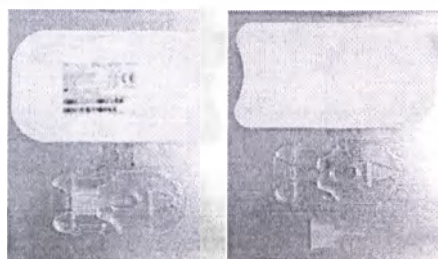

Рисунок 4: Картридж 1VIPR30
2. Извлеките картридж из внутреннего лотка и заполните всю внутреннюю часть картриджа вискозластиком (рис. 4 – Fig. 4: Заполнение вискозластиком).